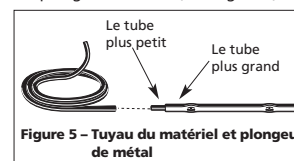

Figure 5 – Tuyau du matériel et plongeur de métal
- S'assurer que le tuyau du matériel est bien branché au tube plus petit (sans toucher le tube plus grand) du plongeur de métal (voir Figure 5).